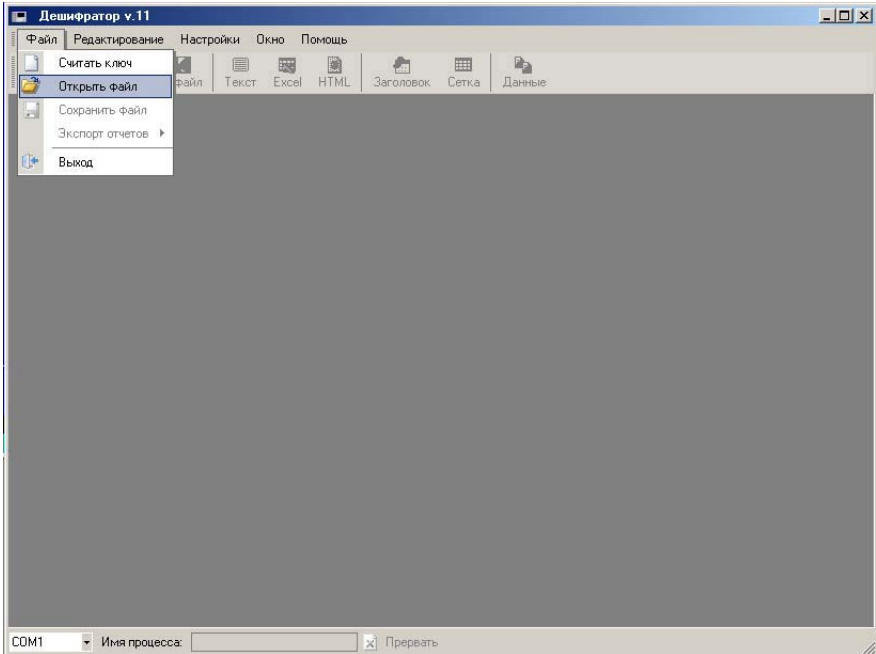

Рисунок 6
3.8 Для анализа и просмотра данных в меню ФАЙЛ выбрать ОТКРЫТЬ ФАЙЛ. В появившемся окне выбрать требуемый файл и нажать кнопку ОТКРЫТЬ (рисунок 6).